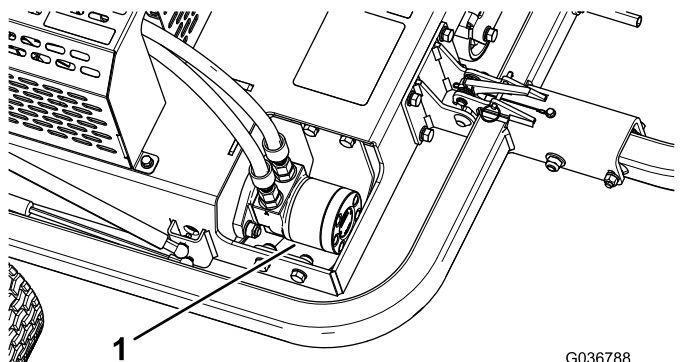

Figura 41
3. Curățați murdăria i reziduurile din zona din jurul motorului hidraulic (Figura 41).